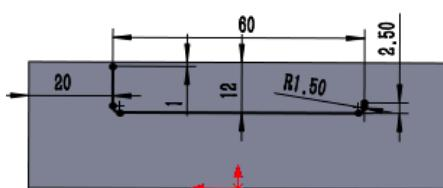
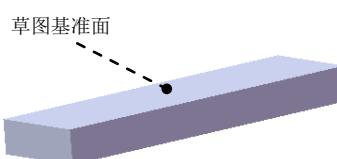

图 13.2.4 草图 1
图 13.2.5 草图基准面
(3) 定义拉伸深度属性。
① 定义深度方向。采用系统默认的深度方向。
② 定义深度类型和深度值。在“凸台—拉伸”对话框 **方向1** 区域的下拉列表中选择 **给定深度** 选项，在 **D1** 中输入深度值 10.0。
(4) 单击  按钮，完成凸台—拉伸 1 的创建。
Step3. 创建图 13.2.4 所示的草图 1。
(1) 选择下拉菜单 **插入(I)** → **草图绘制** 命令。
(2) 定义草图基准面。选取图 13.2.5 所示的表面作为草图基准面。
(3) 绘制草图。在草图环境中绘制图 13.2.4 所示的草图 1。
③ 选择下拉菜单 **插入(I)** → **退出草图** 命令，退出草图设计环境。